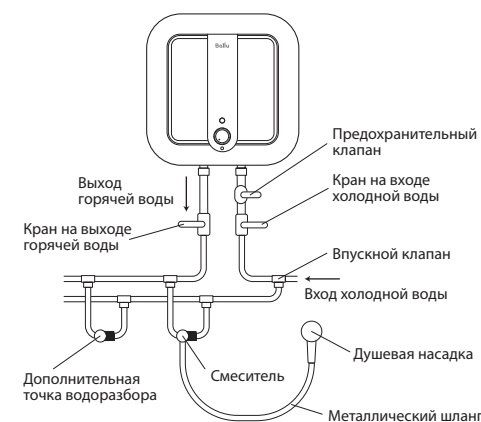

Рис. 7 Схема подключения к водопроводу моделей серии Capsule O
- Если необходимо реализовать многоканальную систему водоснабжения, используйте способ соединения (см. рис. 7 и 8).